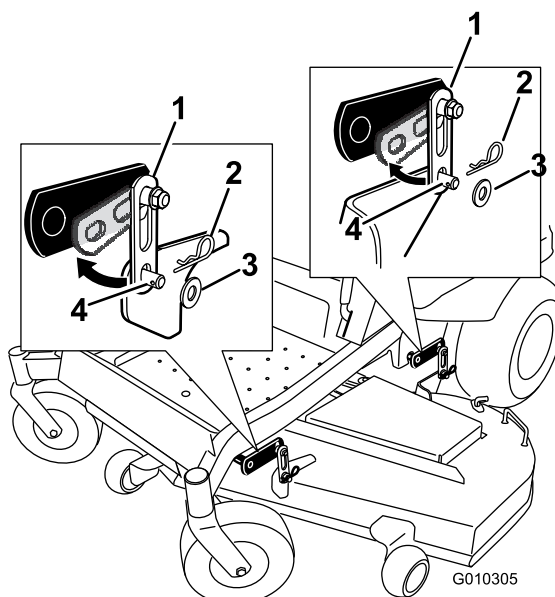

Figura 70
2. Retire los herrajes de las pletinas de suspensión delanteras y traseras en ambos lados de la carcasa (Figura 70).
6. Eleve la parte trasera de la carcasa del cortacésped y sujete el soporte trasero de la carcasa a las pletinas de suspensión traseras. Sujételos con una arandela y un pasador de horquilla (Figura 70).
7. Conecte el soporte delantero de la carcasa del cortacésped a las pletinas de suspensión delanteras y sujételas con una arandela y un pasador de horquilla (Figura 70).